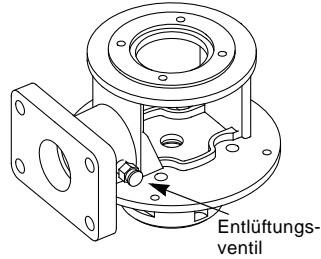

Abb. 10
2. Entlüftungsventil, falls vorhanden, öffnen, siehe Abb. 10.